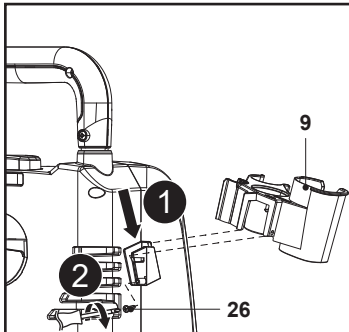

Fig. 1
1. Deslice el soporte de suspensión (9) sobre su soporte y alinee los orificios de montaje; a continuación, utilice un destornillador de estrella adecuado (no suministrado) para fijar la conexión con el tornillo (ST3,5 x 13) (25) (Fig. 1).